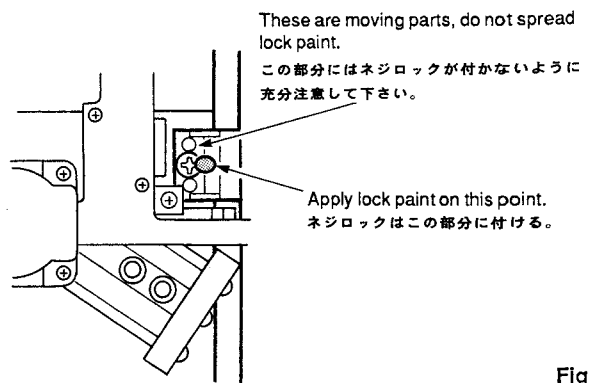

Fig. 9
- ③ Select Mode 5 (ref. page 14).
- ④ Adjust the amplitude of the TP302 eye pattern to the sharpest image and maximum possible level by turning the JITTER adjustment screw to the left or the right, as appropriate (ref. page 10).
- ⑤ Adjust the amplitude of the TP302 eye pattern to the sharpest image and maximum possible level by turning the RADIAL adjustment screw to the left or the right, as appropriate (ref. page 10).
- Note: If you cannot gain access to the RADIAL adjustment screw return to MODE 3 and move the head by hand to the outer area of the disc. Now go back to item 3 of this STEP.
- ⑥ Repeat items 4 and 5 until optimum tilt is achieved.
- ⑦ Confirm the tracking balance and re-adjust if required (Refer to STEP 8).
- Note: Apply lock paint to both adjustment screws. The location of the jitter direction screw and lock paint application is shown (Fig. 9).
- 注: これらの調整用のネジがディスクに隠れる場合は、MODE 3にして光ヘッドを手で外側に動かして③からやり直す。
- ⑥ VR302 (FC.BAL) を回してTP302 (TP2) のアイパターンの3Tの振幅が最大になりエンベロープの揺れが最小になるように調整する。
- ⑦ ③~⑥を繰り返して行い最良点に調整する。(写真10、Fig. 9)
- ⑧ 記録部と未記録部トラッキングバランスの状態を確認し、ズレている場合はステップ8の調整を再び行う。
- 注: この調整終了後はそれぞれの調整ネジをネジロックする。ジッター方向のネジはFig. 9の位置にネジロックを塗布する。